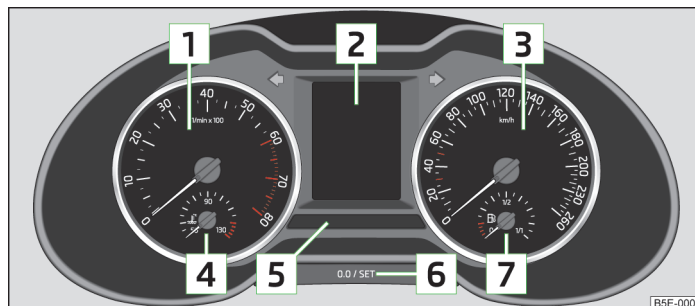

Fig. 2 Panoul de bord
- Nu acționați niciodată tasta **[6]** din panoul de bord » fig. 2 la pagina 9 în timpul deplasării, ci numai cu autovehiculul staționat!
Zona roșie de pe scala turometrului  » fig. 2 la pagina 9 marchează domeniul în care sistemul începe să limiteze turația motorului. Sistemul limitează turația motorului automat, la o valoare limită sigură.
» Apăsăți scurt tasta » fig. 2 la pagina 9.
- » Apăsăți tasta » fig. 2 la pagina 9 și mențineți-o apăsată, până când pe afișaj se prezintă **Time** (ora).